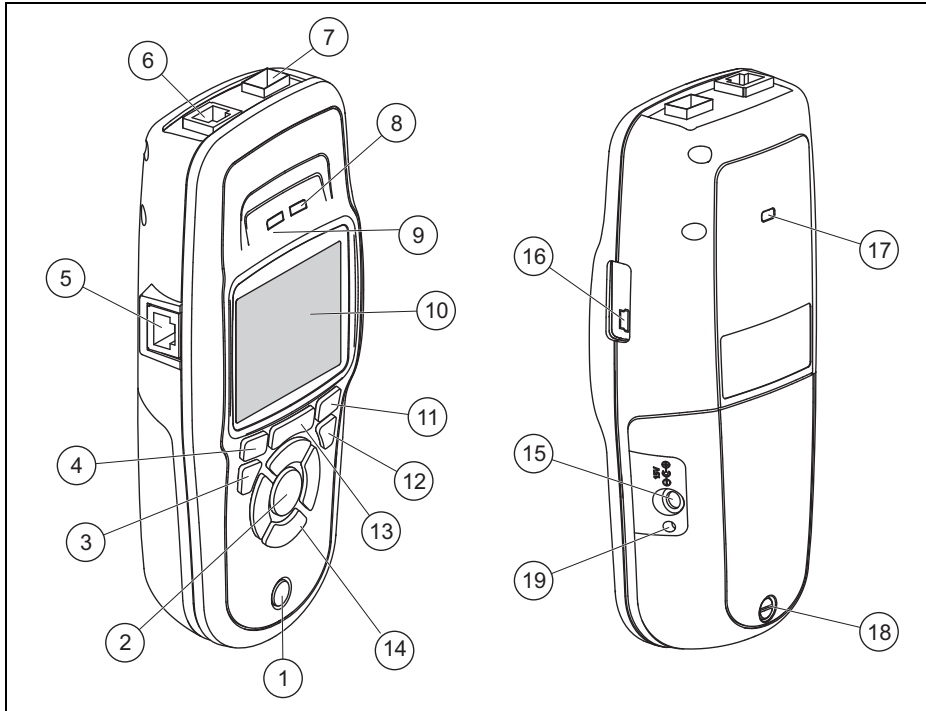

Рис.1. Функциональные элементы LinkRunner AT
Чтобы зарядить литий-ионный аккумулятор, подключите адаптер переменного тока к разъему аккумулятора (см. Рис. 1, поз. ⑮). Вы можете использовать тестер во время зарядки батареи.